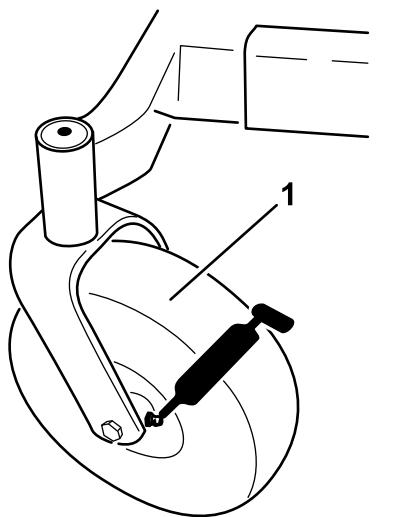

Figure 32
3. Nettoyez les graisseurs (Figure 32 et Figure 31) à l'aide d'un chiffon.
4. Raccordez une pompe à graisse à chaque graisseur et injectez de la graisse à l'intérieur jusqu'à ce qu'elle commence à suinter hors des roulements (Figure 31 et Figure 32).